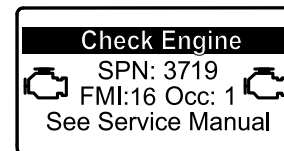

Figure 43
- Si une régénération en stationnement est nécessaire, l'InfoCenter affiche l'avertissement SPN 3719, FMI 16 (Figure 43) et le calculateur moteur réduit la puissance du moteur à 85 %.